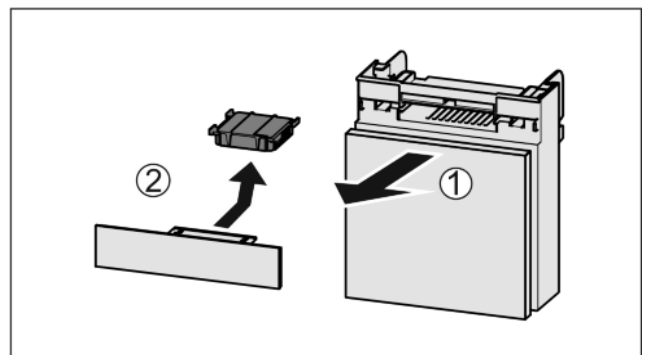

Fig. 41
- ▶ Lade vanaf de voorkant eruit trekken *Fig. 41 (1)*.
- ▶ Actiefkoolfilter verwijderen *Fig. 41 (2)*.